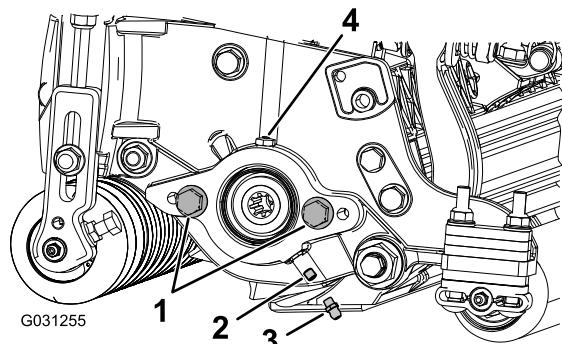

図 6
1. リールモータのサイドプレートの固定ねじを外す。ねじは廃棄する 図 6。
2. グリスフィッティングストレートを取り付ける 図 6。
3. リールモータのサイドプレートにボルトが付いていない場合は取り付ける 図 6。
6. サイドプレートからグリスを注入する。グリスメントからグリスが漏れてくるまで入れること 図6。